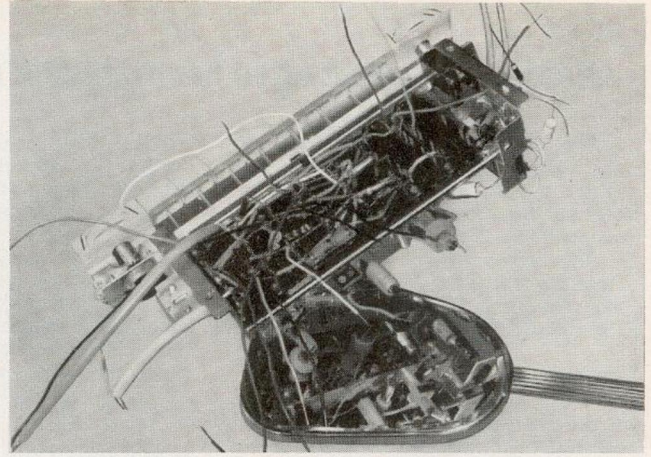

Bild 4
6. Zweiseitig beschalteter Tastensatz (Bild 4)